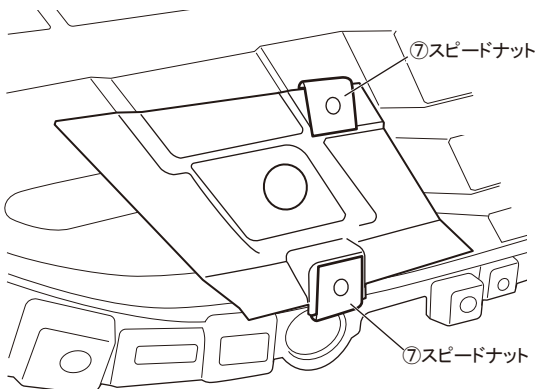

図7 【超音波センサー付車】 超音波センサー移設
8. 図7を参照し、超音波センサーに⑧両面テープを貼り、⑩センサーステーに貼付けます。